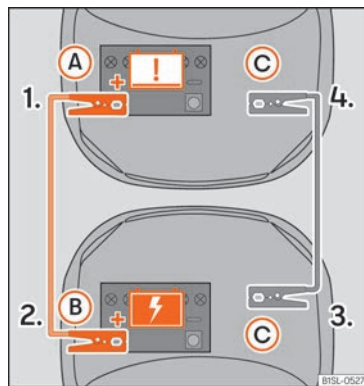

Fig. 41 Schéma de branchement.
Les câbles de démarrage ne pourront être connectés que dans l'ordre suivant »» fig. 41
- Raccordez une extrémité du câble rouge d'urgence au pôle positif + du véhicule avec la batterie déchargée (A) »» fig. 41.
- Raccordez l'autre extrémité du câble de démarrage rouge à la borne positive + du véhicule fournissant le courant (B).
- Raccordez une extrémité du câble noir (C) d'urgence à une borne de mise à la terre appropriée, à une pièce métallique massive vissée au bloc-moteur, ou directement sur le bloc-moteur du véhicule fournissant le courant.
- Branchez l'autre extrémité du câble noir (C) d'urgence sur le véhicule avec la batterie déchargée à une pièce en métal massif vissée au bloc-moteur ou directement sur le bloc-moteur mais le plus loin possible de la batterie (A). Ne connectez pas le câble noir de démarrage au pôle négatif - de la batterie de 12 volts. Dans le cas contraire, cela pourrait provoquer une mauvaise détection de l'état de la batterie par le système électronique du véhicule.